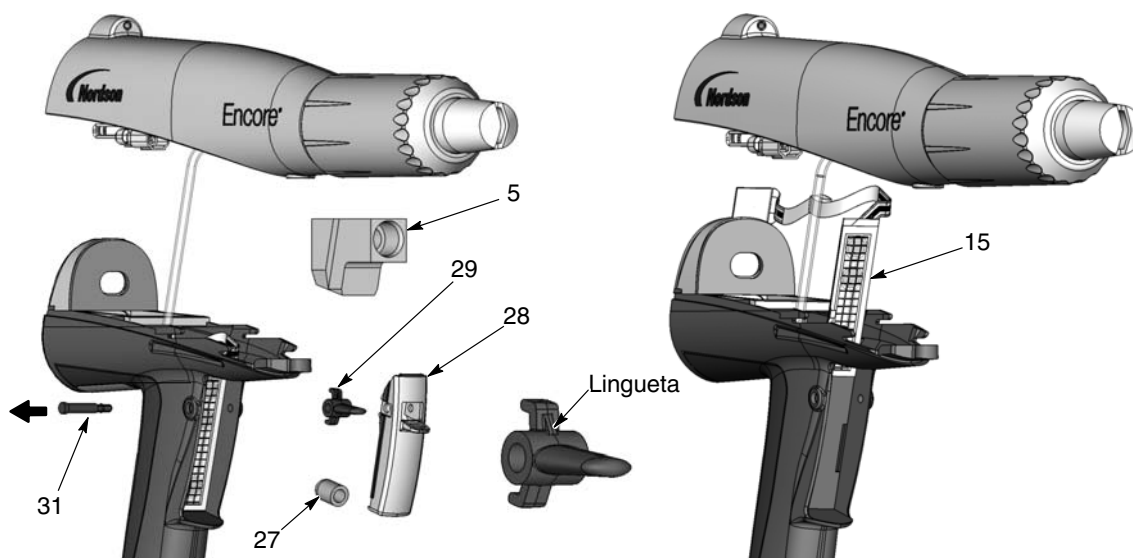

Figura 6-8 Substituição do interruptor dos gatilhos
1. Consulte a figura 6-8. Oriente o novo interruptor (15) com a grelha voltada para a frente da pistola, depois enfie cuidadosamente a extremidade quadrada inferior do interruptor na ranhura do punho.
4. Monte o gatilho de purga (29) no gatilho de pintura (28) com a lingueta voltada para cima, como ilustrado. **Não monte o gatilho de purga ao contrário.**
5. Posicione os gatilhos no punho e segure-os no seu lugar enquanto empurra o eixo (31) através do punho e dos gatilhos até a cabeça do eixo ficar à face com o punho. O eixo encaixar-se-á no seu lugar se for montado correctamente.